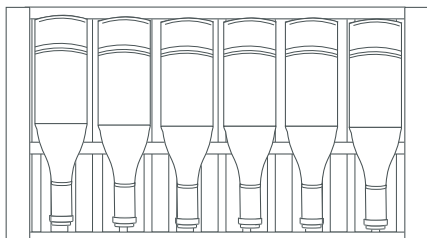

Fig. 3
- El primer estante tiene capacidad para 6 botellas dispuestas tal como se indica en la Fig. 3, con espacio para apilar una botella adicional a ambos lados de los controles, para un total de 8 botellas en el primer estante.
- El segundo estante tiene capacidad para 6 botellas dispuestas como se muestra en la Fig. 3.
- Los estantes cuarto y quinto tienen capacidad para 6 botellas dispuestas tal como se muestra en la Fig. 3, con una botella colocada en posición horizontal detrás, como en la Fig. 5.
- En los estantes del sexto al noveno se pueden almacenar seis botellas dispuestas como se muestra en la Fig. 3
- La parte inferior de la bodega contiene un estante de madera de dos niveles con capacidad para 6 botellas por nivel, dispuestas tal como se muestra en la Fig. 3; esto permite almacenar un total de 75 botellas de vino (750 ml).